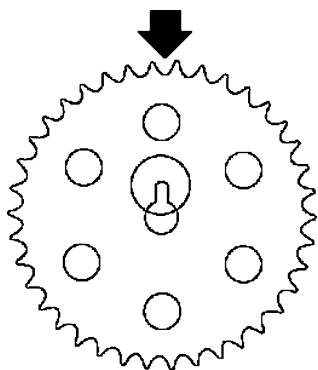

图 27-14 排气凸轮轴链轮上的
3) 把排气凸轮轴链轮上的键槽对准 12 点钟位置，如图 27-14 所示。